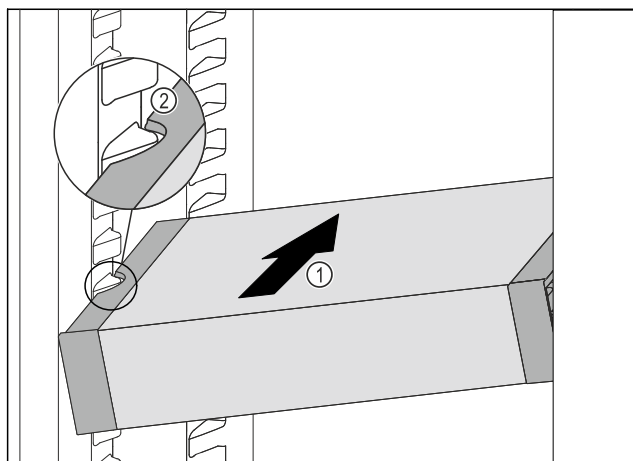

Fig. 100
- Вкарайте VarioSafe под ъгъл в хладилната част Fig. 100 (1), докато страничните прорези Fig. 100 (2) на VarioSafe се намират на височината на реброто на съда в хладилната част.